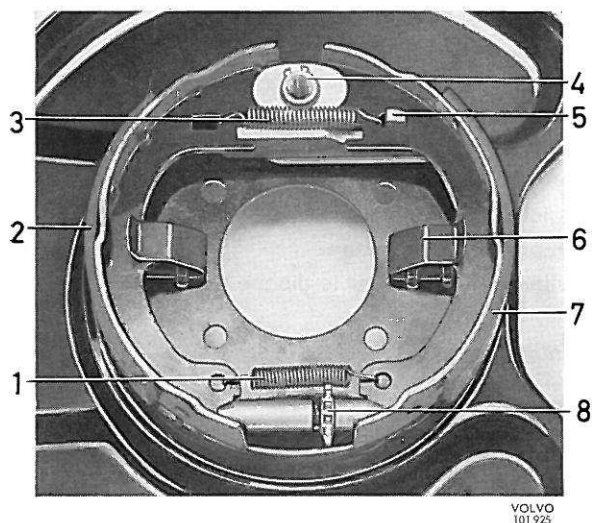

Figure 112. Frein à main (ancien modèle), gauche
4. Remonter le dispositif de réglage. La douille courte doit être tournée vers l'avant sur le côté droit et vers l'arrière sur le côté gauche, voir figure 112 ou 113. Raccrocher le ressort de rappel inférieur.